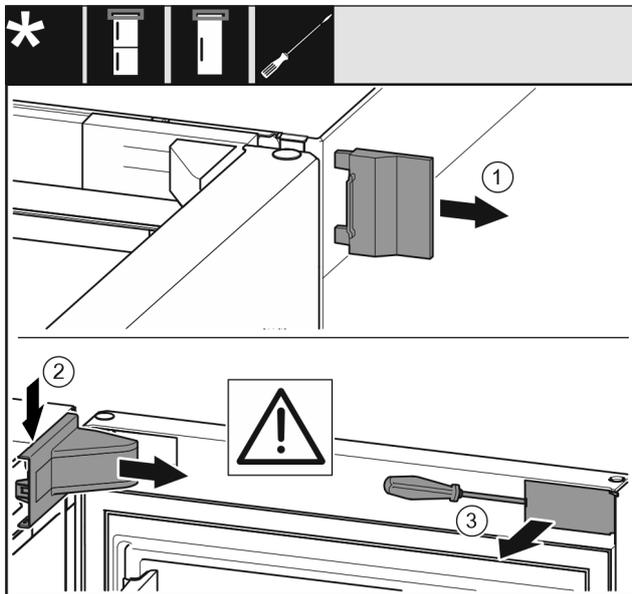

Fig. 15
- Äußere Abdeckung abnehmen. Fig. 15 (1)
- Lagerbockabdeckung ausrasten und lösen. Lagerbockabdeckung abnehmen. Fig. 15 (2)
- Blende mit Schlitzschraubendreher ausrasten und zur Seite schwenken. Fig. 15 (3)